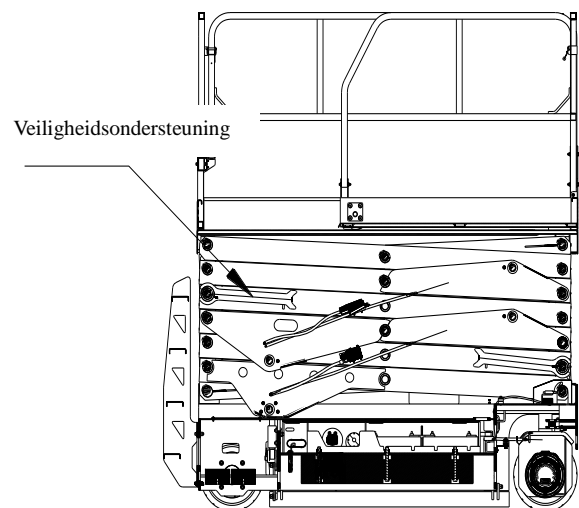

Fig. 5-3. Schaararm-veiligheidsondersteuning
**Schaararm- Veiligheidsondersteuning** (Ziet Fig. 5-3)